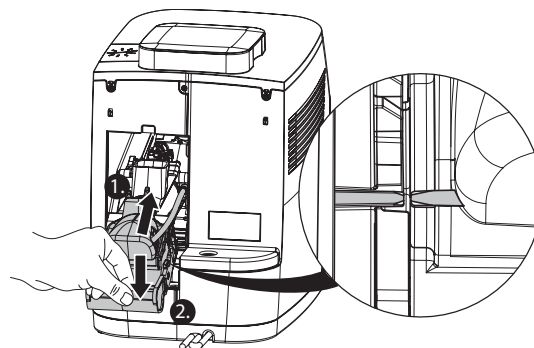

bild 16: Sätt bryggenheten på plats
6. Tillägg bryggenheten i maskinen och tryck in den tills låsspjällen är i linje (bild 16).